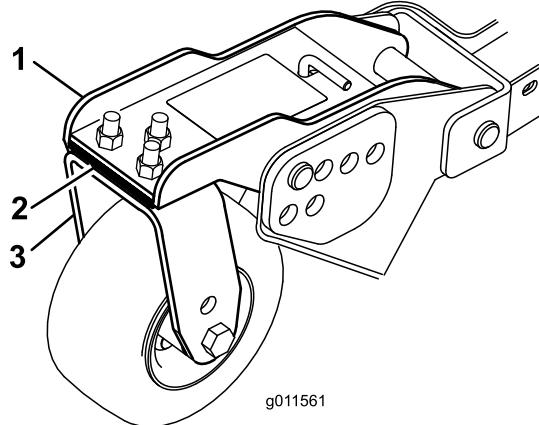

Figura 106
1. Retire los tornillos de caperuza y las tuercas que fijan el brazo de las ruedas giratorias a la horquilla de la rueda (Figura 106).